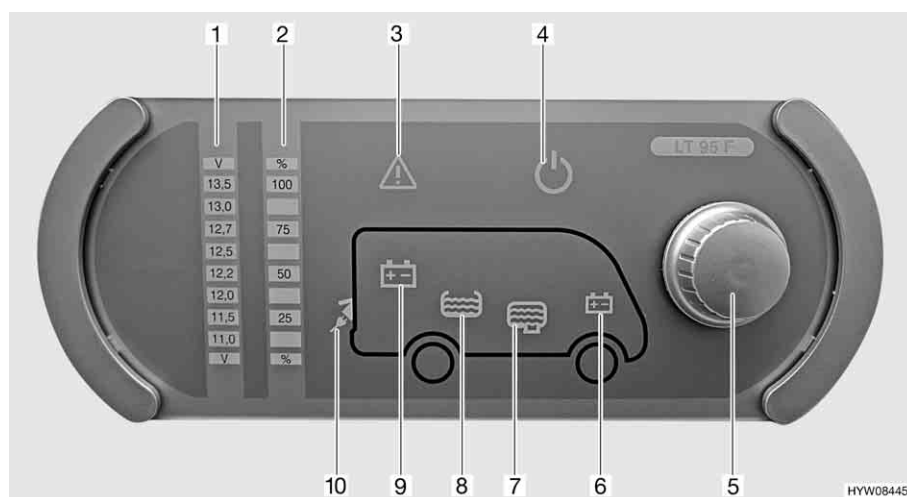

Fig. 51 Pannello di controllo (LT 95)
Il pulsante a rotazione (Fig. 51,5) inserisce o disinserisce il pannello di controllo e l'alimentazione a 12 V dell'abitacolo.
Accensione: ■ Premere il pulsante a rotazione (Fig. 51,5): L'alimentazione a 12 V dell'abitacolo è inserita. La spia di controllo a 12 V (Fig. 51,4) diventa verde.
Spegnimento: ■ Premere il pulsante a rotazione (Fig. 51,5): L'alimentazione a 12 V dell'abitacolo è disinserita. La spia di controllo a 12 V (Fig. 51,4) si spegne.
Mediante il pulsante a rotazione (Fig. 51,5) si possono interrogare sia la tensione della batteria dell'abitacolo che la tensione della batteria di avviamento. La tensione viene visualizzata sulla scala indicatore per la tensione della batteria (Fig. 51,1).
Indicazione: ■ Ruotare il pulsante a rotazione (Fig. 51,5), finché si accende il simbolo della batteria della quale deve essere interrogata la tensione.
Viene indicata la tensione della batteria dell'abitacolo (Fig. 51,9)
Viene indicata la tensione della batteria di avviamento (Fig. 51,6)
- Leggere la tensione sulla scala indicatore della tensione della batteria (Fig. 51,1).
Mediante il pulsante a rotazione (Fig. 51,5) si possono interrogare sia il livello del serbatoio dell'acqua che il livello del serbatoio delle acque grigie. Il livello viene visualizzato sulla scala indicatore livello dei serbatoi (Fig. 51,2).
- Ruotare il pulsante a rotazione (Fig. 51,5), finché si accende il simbolo del serbatoio del quale deve essere interrogato il livello.
Viene indicato il livello del serbatoio dell'acqua (Fig. 51,8)
Viene indicato il livello del serbatoio delle acque grigie (Fig. 51,7)
- Leggere il livello sulla scala indicatore del livello serbatoio (Fig. 51,2).
La spia luminosa Alarm (Fig. 51,3) lampeggia non appena i valori limite fissati vengono superati per eccesso o per difetto.
La spia luminosa Alarm (Fig. 51,3) lampeggia non appena la tensione della batteria scende al di sotto di 11 V. Se l'alimentazione a 12 V è accesa, si accende anche il relativo simbolo della batteria (Fig. 51,6 o 9), e l'indicatore "11,0" sulla scala indicatore della tensione della batteria (Fig. 51,1) lampeggia. Rischio di uno scaricamento totale della batteria.
La spia luminosa Alarm (Fig. 51,3) lampeggia ed il relativo simbolo del serbatoio (Fig. 51,7 o 8) si accende non appena il serbatoio dell'acqua è vuoto o il serbatoio delle acque grigie è pieno.
La spia di controllo a 230 V (Fig. 51,10) si accende quando all'ingresso della centralina elettrica è presente una tensione di rete.